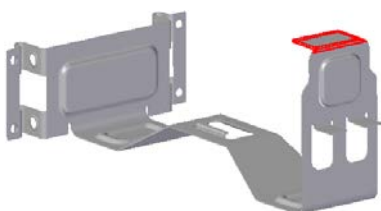
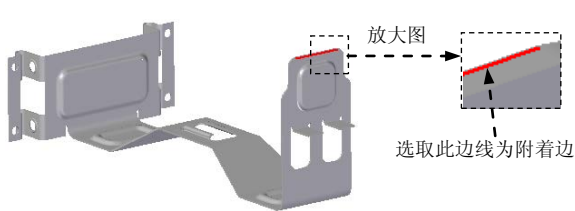
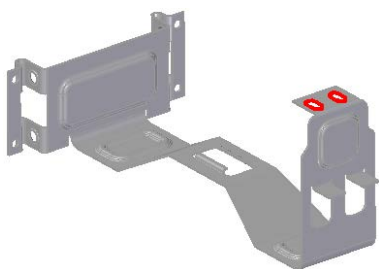
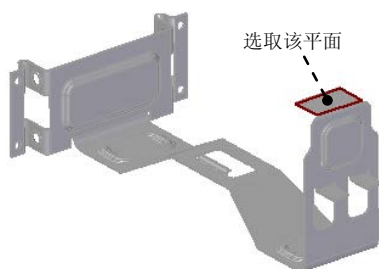

图 8.11.71 弯边特征 17
图 8.11.72 定义附着边
图 8.11.73 法向除料特征 8
图 8.11.74 定义草图平面
- (1) 选取要镜像的特征。选取上一步所创建的弯边特征为镜像源。
- (2) 选择命令。单击“主页”功能选项卡“阵列”工具栏中的 镜像 按钮。
- (3) 定义镜像平面。选取右视图(YZ)平面为镜像平面。
- (4) 单击按钮, 完成特征的创建。
Step34. 创建图 8.11.71 所示的弯边特征 17。
- (1) 选择命令。单击“主页”功能选项卡“钣金”工具栏中的“弯边”按钮.
(2) 定义附着边。选取图 8.11.72 所示的模型边线为附着边。
(3) 定义弯边类型。在命令条中单击“完全宽度”按钮 ；在“距离”文本框中输入值 20，在“角度”文本框中输入值 90，单击“内部尺寸标注”按钮  和“外侧折弯”按钮 ；调整弯边侧方向如图 8.11.71 所示的位置。
(4) 单击  按钮，完成特征的创建。
Step35. 创建图 8.11.73 所示的法向除料特征 8。
(1) 选择命令。在“主页”功能选项卡“钣金”工具栏中单击  按钮，选择  法向除料命令。
(2) 定义特征的截面草图。
① 选取草图平面。在系统  的提示下，选取图 8.11.74 所示的模型表面为草图平面。